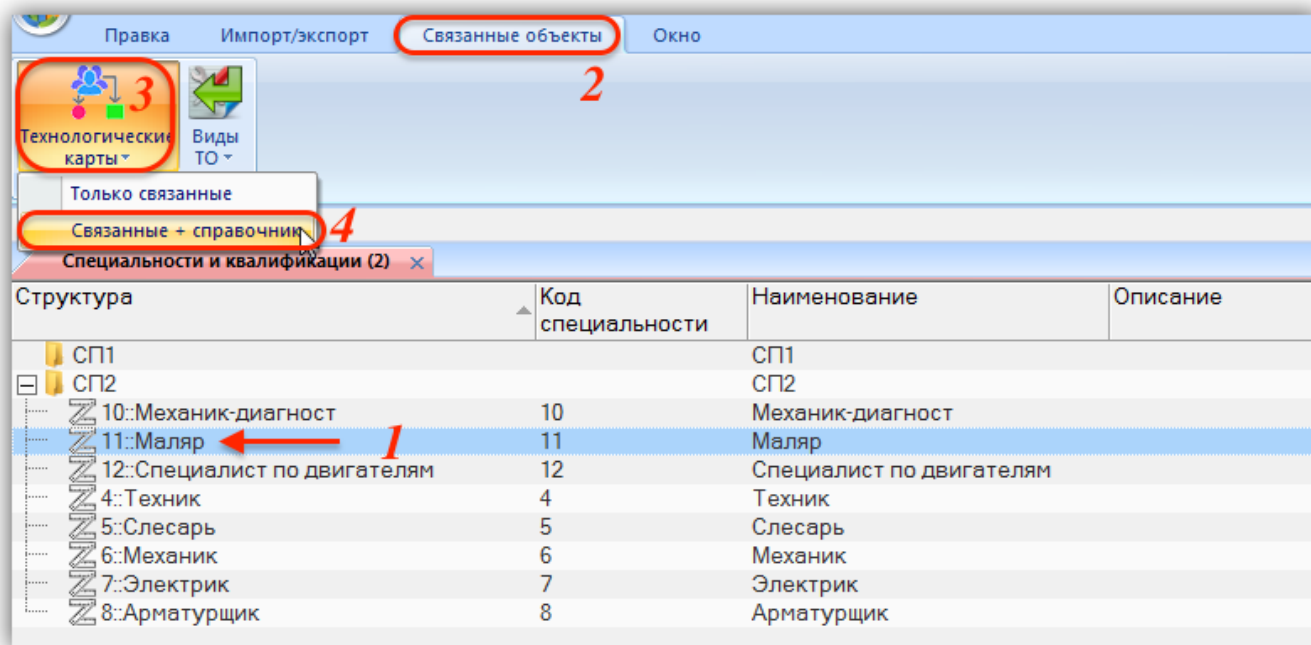

Рис. 9-97 – Открыть рабочие окна со специальностями и технологическими картами
- 2) Выбрать специальность в рабочем окне «Специальности и квалификации», перейти вкладку «Связанные объекты», нажать кнопку «Технологические карты» и выбрать пункт «Связанные + справочник» (1–4 на рис. 9-97).